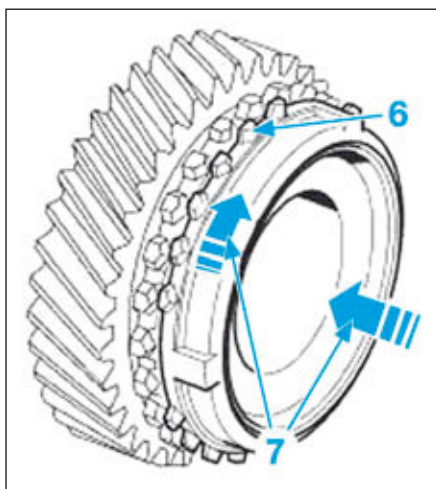

FIG.26
- Vérifier (Fig.26) :
- que les dentures des crabots (6) ne présentent pas d'usure ou de cassures.
- qu'il ne tourne pas en exerçant une poussée et une rotation (7) sur l'anneau de synchronisation. Le cas échéant, le remplacer.